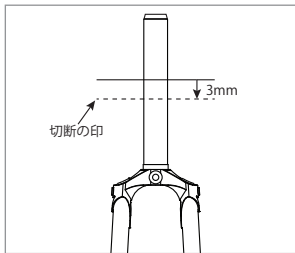

図5
9. ステップ8でつけた印の場所を確認します。そこから測定して3mm下に切削用の新しい印を付けます(図5)。